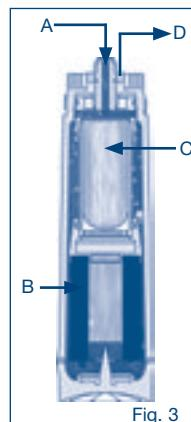

Fig. 3
L'acqua di rubinetto (A) sta entrando la cartuccia filtro (Fig. 3) e l'acqua viene filtrata da un carbonio-blocco (B) attivato. Le particelle, materia organica discolta, coloranti naturali e sostanze responsabili di cattivo gusto e gli odori per esempio cloro vengono rimossi.